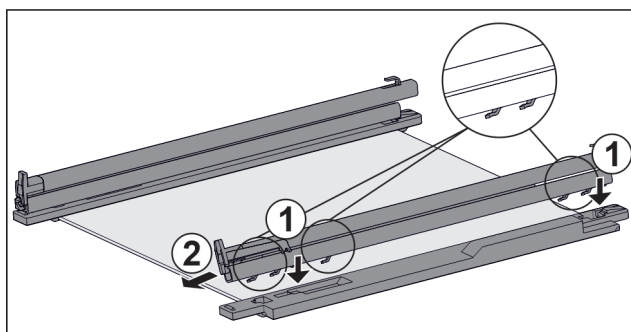

Fig. 227 Staklena ploča s vodilicama i pridržnim dijelovima
- ▶ Stavite kuke vodilice na otvore **lijevog** pridrznog dijela. *Fig. 227 (1)*
- ▶ Skinite vodilicu prema naprijed. *Fig. 227 (2)*
- ▶ Stavite kuke vodilice na otvore **desnog** pridrznog dijela. *Fig. 227 (1)*